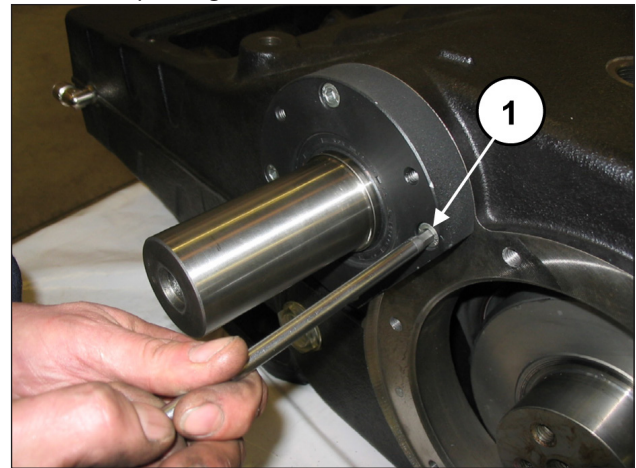
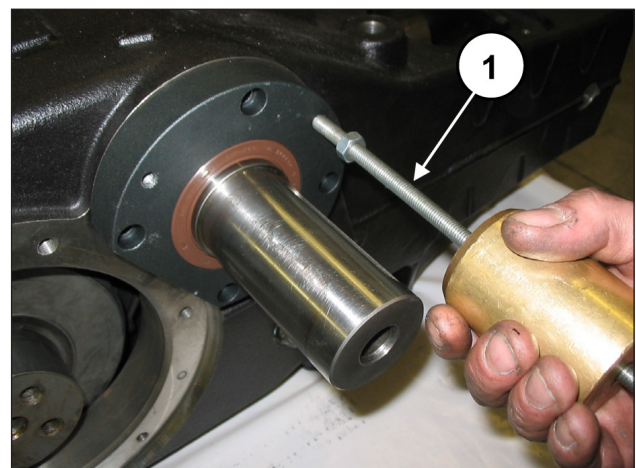

Fig. 26
Fig. 27
Desserrer les vis de fixation du couvercle du coussinet de PTO droit et gauche (rep. ①, Fig. 26) et dégager les deux couvercles de l'arbre PTO. Pour faciliter le démontage, utiliser 3 goujons ou vis M8 (rep. ①, Fig. 27) faisant office d'extracteurs.